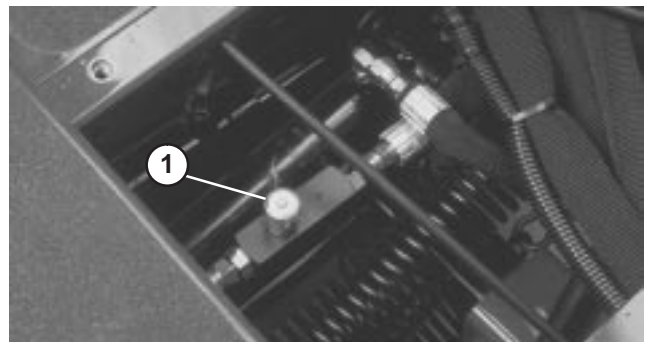

Figure 62
1. Localisez la valve derrière le panneau d'accès, au-dessus de la plate-forme de conduite (Fig. 62).